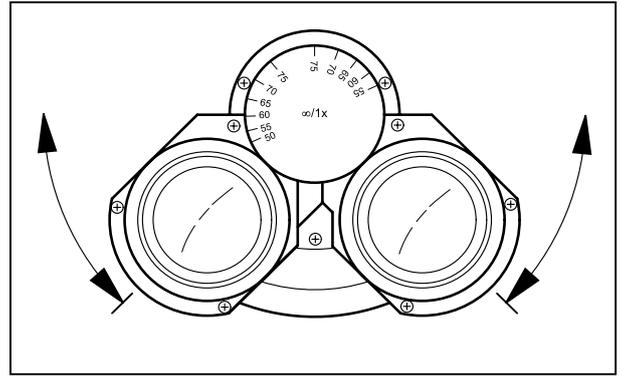

图 18 调节目镜距离
- 对称转动双目镜套筒，使目镜距离（瞳距）与观察者个人的眼睛瞳距匹配（图 18）。